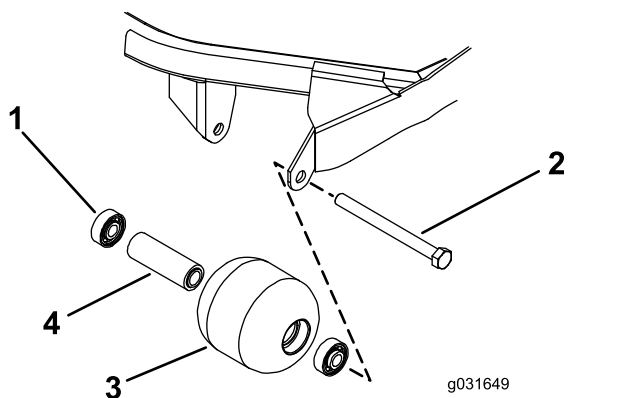

図 73
4. ローラハウジング、ベアリング、ベアリングスペーサに破損がないか点検する **図 73**。
1. アウターレースのみを押すか、インナーレースとアウターレースを均等に押すかして、最初のベアリングをローラハウジングに押し込む **図 73**。
2. スペーサを入れる **図 73**。
3. アウターレースのみを押すか、インナーレースとアウターレースを均等に押すかして、第二のベアリングをローラハウジングに押し込んでスペーサと接触させる **図 73**。
1. ローラ取り付けボルトを外す **図 73**。